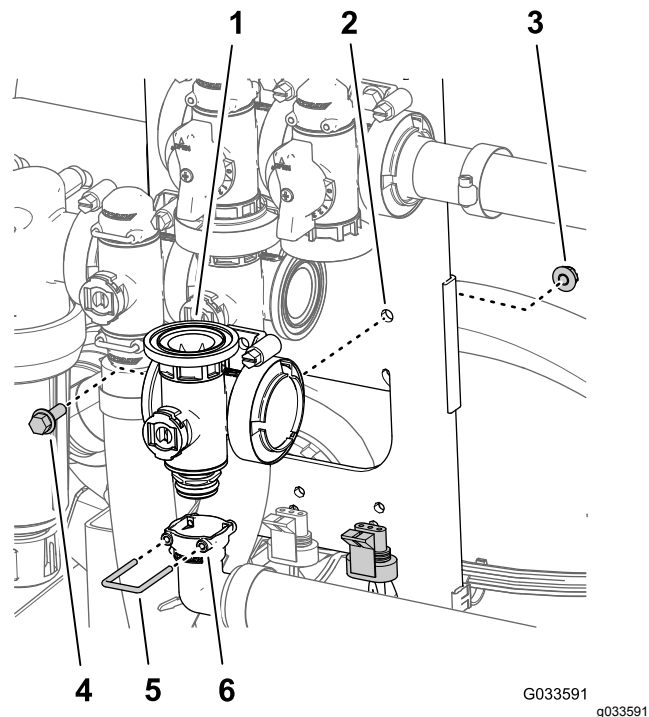

Figure 118
- Retirez l'étrier qui fixe le raccord de sortie à 90° à l'accouplement du collecteur de la vanne maîtresse (Figure 118).
- Retirez le boulon à embase (1/4" x 3/4") et le contre-écrou à embase (1/4") qui fixent la vanne maîtresse des rampes au support, puis déposez le collecteur de la machine (Figure 118).